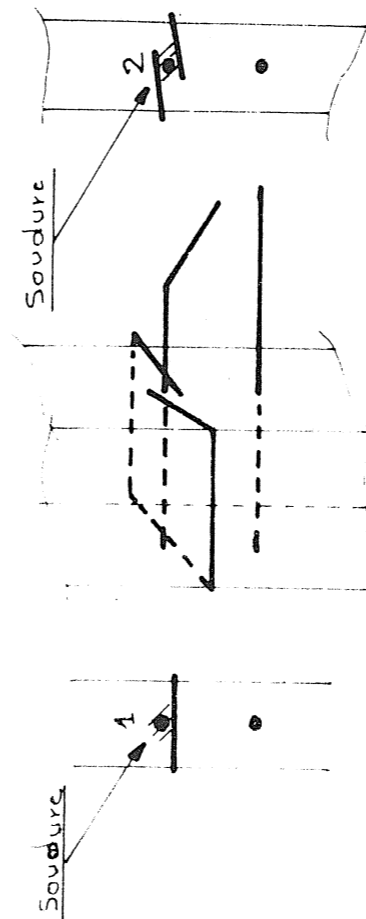

FIG:36
- Si vos poteaux sont en profilés alu vous pouvez les brider avec un fil de laiton de 6/10 mm suivant le schéma de la figure 36. Vous soudez au point 1, coupez le dépassement puis vous soudez au point 2.